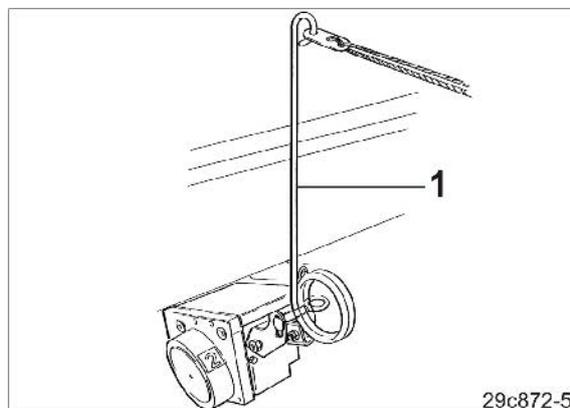

Fig. 143
- o tirar una vez de la palanca de mando (Fig. 143/1)